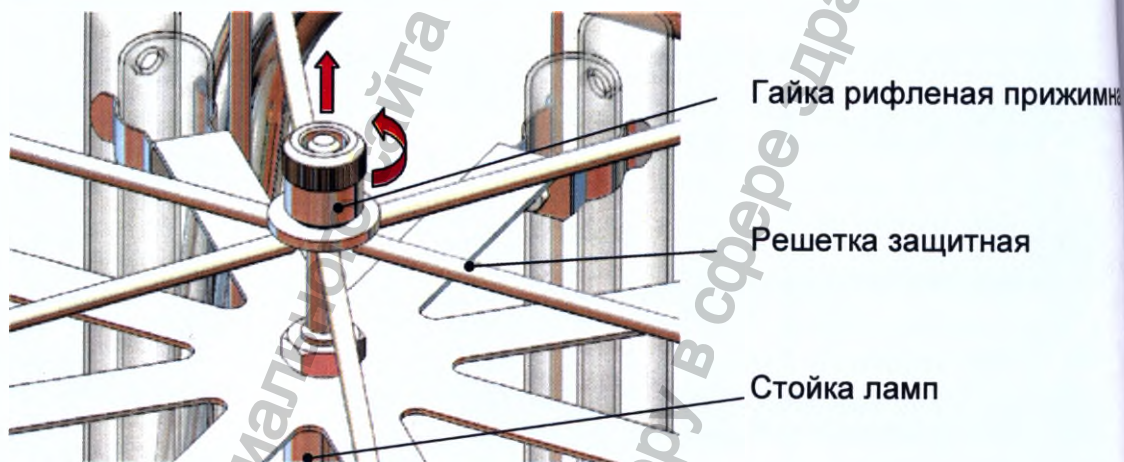

Рис. 24. Снятие защитной решётки.
- Снять защитную решетку, предварительно открутив прижимную рифлёную гайку вручную, без применения инструмента (п.7.6 рис. 24).
- Снять защитную решетку, предварительно открутив прижимную рифлёную гайку вручную, без применения инструмента (п.7.6, рис. 24).
- Вручную открутить рифлёную прижимную гайку защитной решётки, снять решетку защитную вертикально вверх (рис. 24).